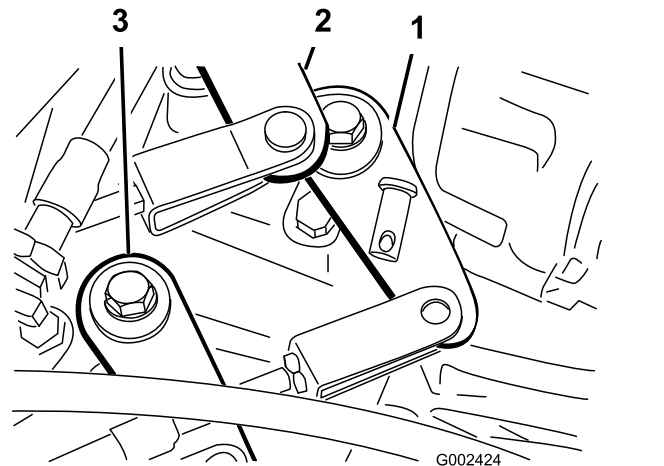

Bild 54
2. Nehmen Sie die Lastösenbolzen ab, mit denen die Schaltzüge an den Getriebebeschalthebeln befestigt sind (Bild 54).
1. Nehmen Sie die Lastösenbolzen ab, mit denen das Kabel (schneller/langsamer Gang) am Getriebe befestigt ist (Bild 54).